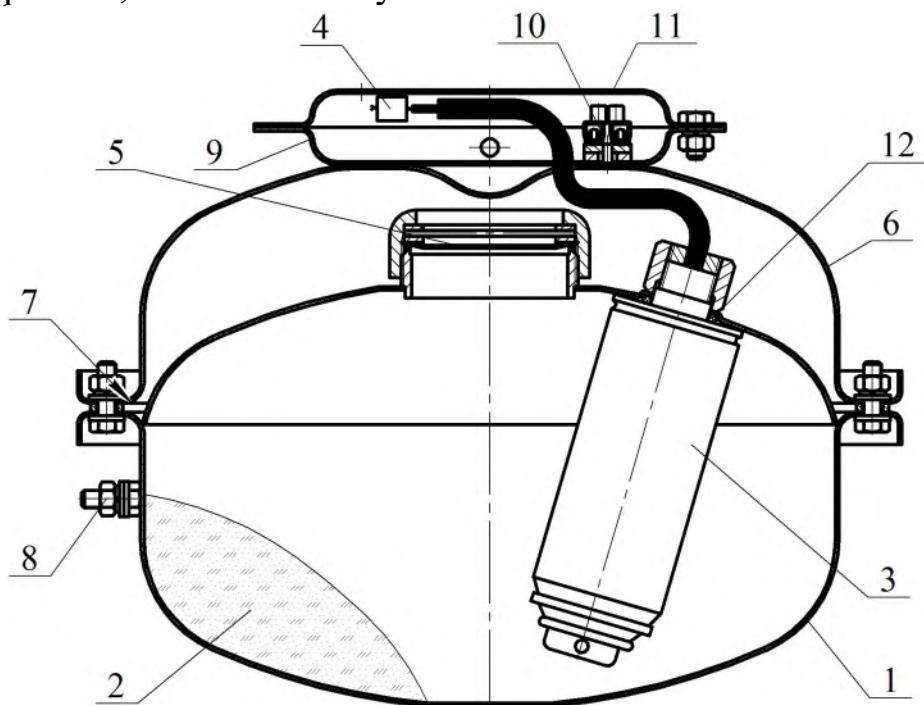

Рисунок 1
4.1.1 МПП (см. рисунок 1) состоит из корпуса **1**, в котором размещаются огнетушащий порошок (далее по тексту - ОП) **2** и источник холодного газа (далее по тексту - ИХГ) **3** с элементом электропусковым **4**. Сопловое отверстие для выхода ОП из корпуса перекрыто мембранный **5**. Со стороны соплового отверстия корпус **1** соединен с отражателем **6**. Насадок - распылитель **7** для выхода ОП представляет щелевой зазор между корпусом **1** и отражателем **6**. Модуль имеет заземляющий зажим **8**. На отражателе установлен фланец **9**, в котором для соединения выводов элемента электропускового с вводной цепью пускового устройства расположены зажим контактный-винтовой **10**. Модуль снабжен кронштейном **11** для крепления к потолочному перекрытию, стене или полу.
6.1.2 Закрепить кронштейн 11 (см. рисунок 1) на потолке, стене, полу или иной несущей поверхности. Координаты отверстий в кронштейне, предназначенном для крепления МПП, показаны на рисунке 3.